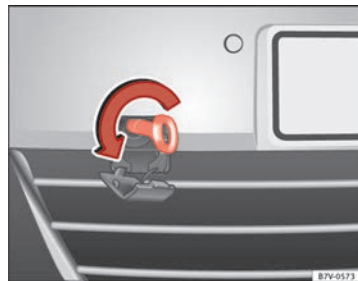

Fig. 220 Nella parte destra del paraurti anteriore: Avvitare l'occhiello di traino.
La sede dell'occhiello di traino avvitato si trova nella parte destra del paraurti anteriore ⇒ fig. 220.
- Avvitare completamente l'occhiello di traino **in senso antiorario** ⇒ fig. 220 ⇒ ①. Utilizzare un oggetto idoneo per avvitare saldamente l'occhiello di traino nella sua sede.